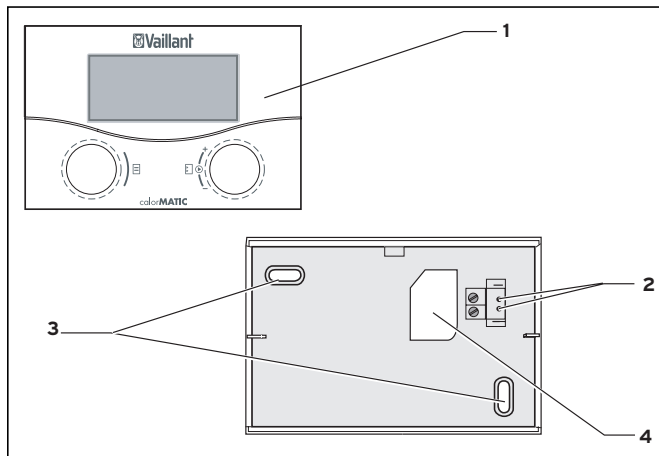

Abb. 3.1 Montage als Fernbediengerät
- Bringen Sie zwei Befestigungsbohrungen (3) mit Durchmesser 6 mm entsprechend Abb. 3.1 an und setzen Sie die mitgelieferten Dübel ein.
- Führen Sie das Anschlusskabel durch die Kabeldurchführung (4).